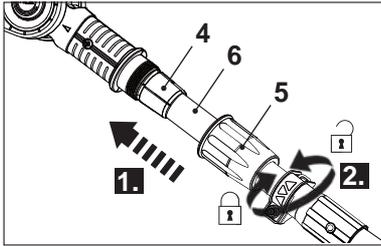

Fig. 1
1. Alignez l'extension de perche [6] au support [4] et insérez-la jusqu'à l'arrêt complet (Fig. 1, étape 1).
2. Fixez la bague de verrouillage [5] (Fig. 1, étape 2).